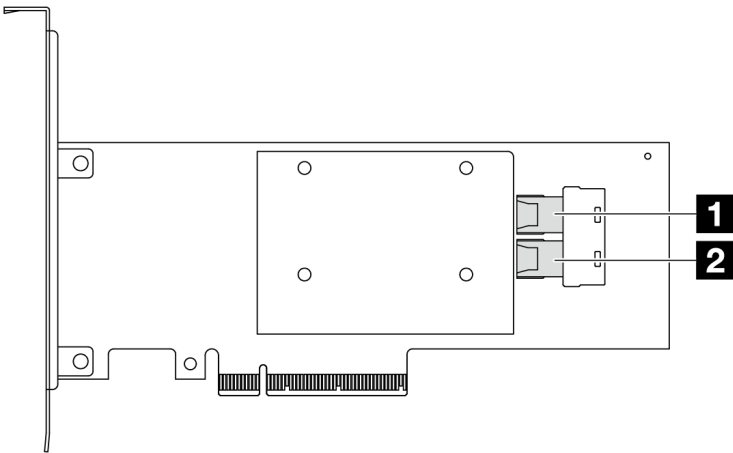

図 316. Gen 3 8i SFF RAID/HBA アダプター (2 ポート・コネクタ)
- 357 ページの 図 316 「Gen 3 8i SFF HBA アダプター (2 ポート・コネクタ)」